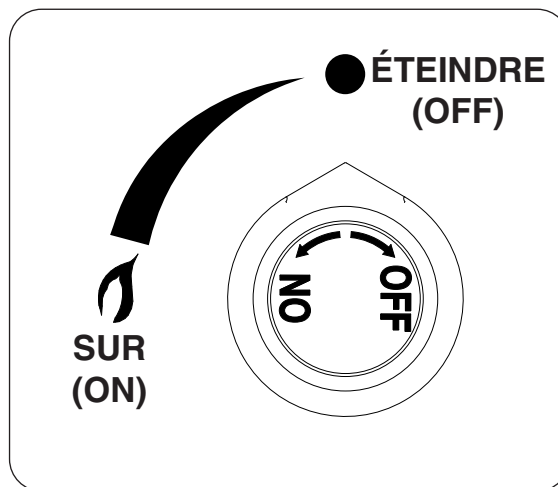

Fig. 50-2
- 4. **Une fois que l'allumette est allumée et placée en position**, tournez le bouton de commande dans le sens inverse des aiguilles d'une montre sur la position **ON (sur)**, appuyez et maintenez la position pendant 15 secondes (voir Fig. 50-2). Votre brûleur devrait s'allumer dans un délai de 5 secondes.
Pour éteindre votre brûleur à gaz, appuyez sur le bouton de commande du gaz et tournez-le dans le sens des aiguilles d'une montre sur la position **OFF (éteindre)** (voir Fig. 50-2). Veillez à ce que le bouton de commande soit éteint entièrement pour éviter toute fuite de gaz.